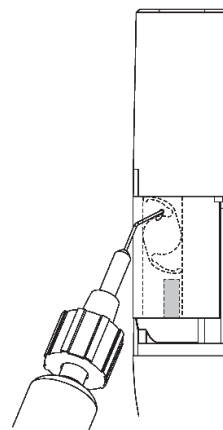

Figure 4
7. Breng de visco-elastische canule in het bovenste inbrengpunt in (**Afbeelding 4**). Injecteer circa 0,1-0,2 ml geschikt visco-elastisch materiaal tot dit zichtbaar licht terugvloeit in de kamer van de cartridge.